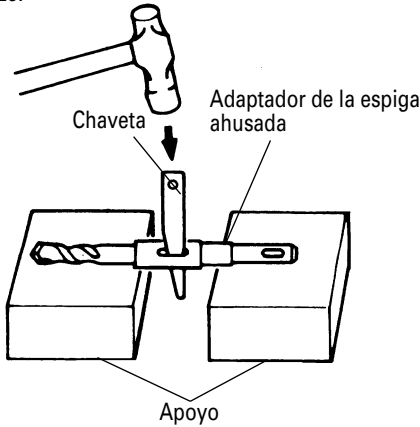

Fig. 25
- (3) Poner el interruptor en la posición de encendido (ON), y taladrar un agujero de la profundidad especificada.
- (4) Para quitar la broca (espiga ahusada), insertar la chaveta en la ranura del adaptador de la espiga ahusada y golpear la cabeza de la chaveta con un martillo. Usar apoyos como se muestra en la Fig. 25.